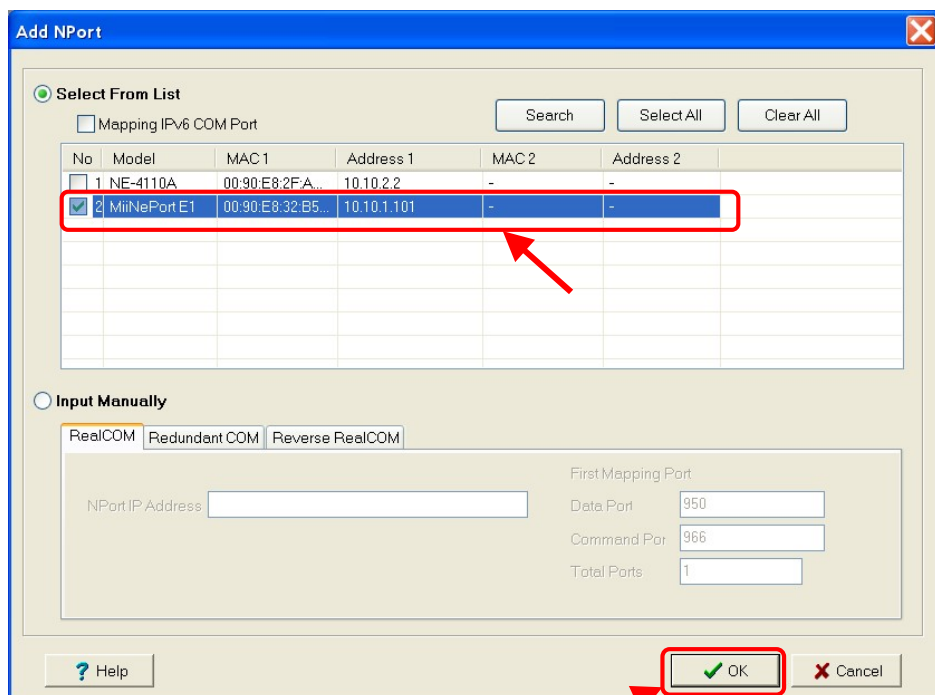

Рис. 16.4. Список найденных устройств.
16.8. Выберите нужное Вам устройство (см. Рис. 16.4) и нажмите на кнопку «OK».